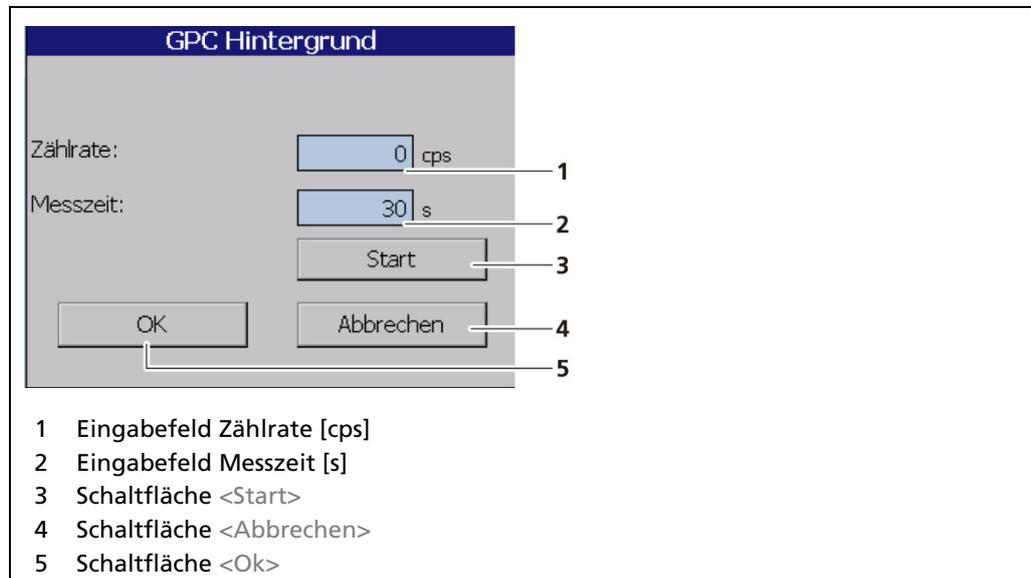

Abb. 96 GPC Kalibrierung Hintergrund
- ▶ Ein neues Fenster „GPC Hintergrund“ zur Ermittlung der Hintergrundstrahlung öffnet sich (Abb. 96).
Der Wert der Zählrate kann manuell eingegeben werden (Abb. 96, Pos.1), falls eine Ermittlung der Hintergrundstrahlung ohne fremde Strahleneinflüsse nicht möglich ist.